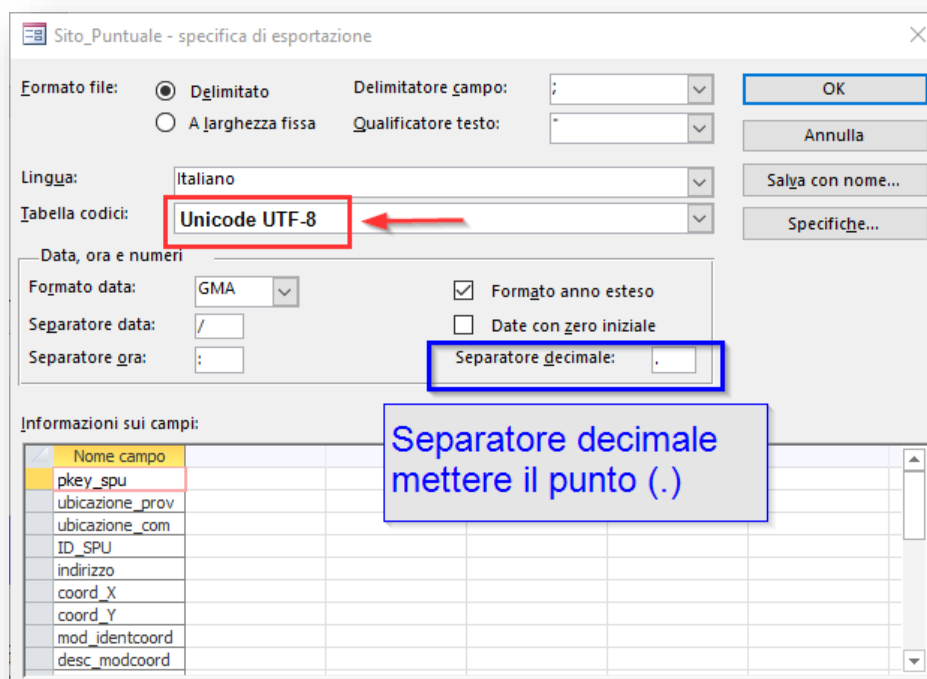

Figura 12 – Specifica d'esportazione del Testo
- c. si aprirà la finestra **“Avanzate...”**. Alla voce **“Separatore decimale”**, immettere “.” (punto). Premere il pulsante **“OK”** (Figura 12);